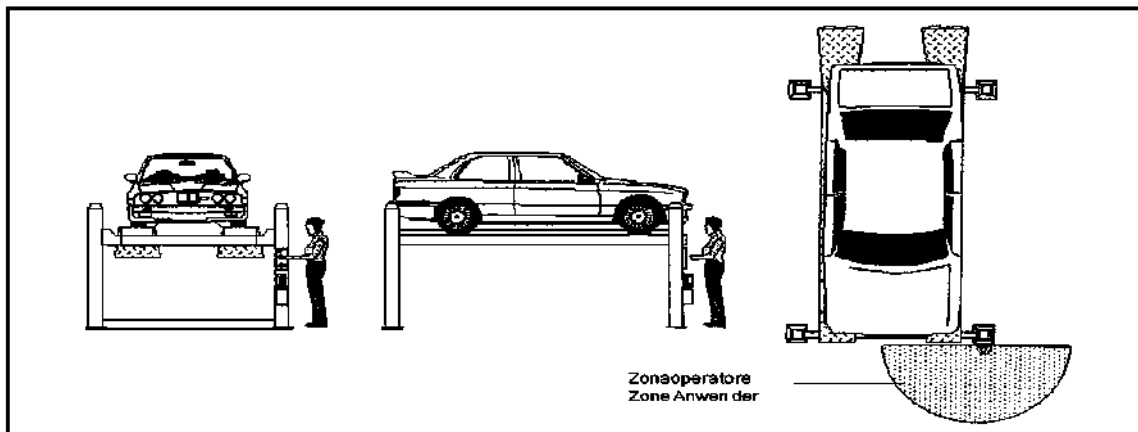

Рис. 25
- Чтобы избежать травм при работе с подъемником, оператор должен находиться только около пульта управления в “операторской зоне” (рис.25).